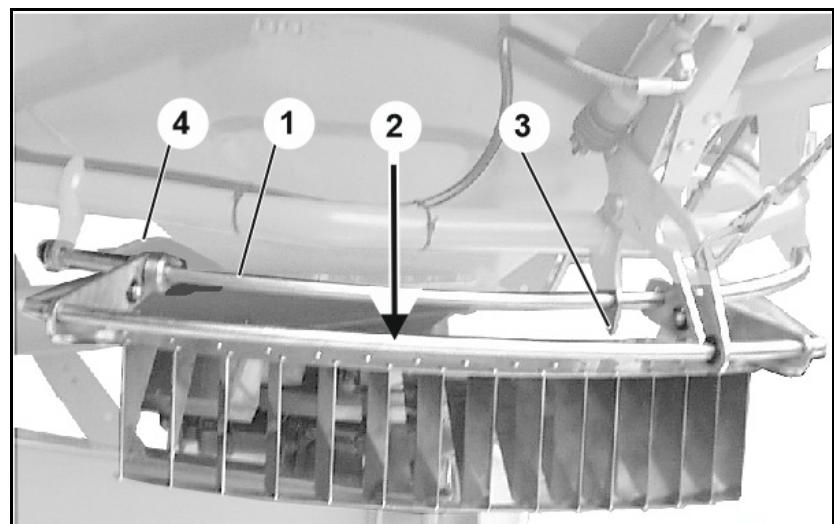

Fig. 76
- Innstillingen gjøres ved å skyve begrensningsskjermen frem og tilbake på føringsbøylen (Fig. 76/1).
- Verdiene som leses av i spredetabellen er å finne igjen på begrensningsskjermen (Fig. 76/2).
- Spissen av cylinderholderen fungerer som viser for innstettingsverdiene (Fig. 76/3).
1. Løsne vrideren (Fig. 76/4).